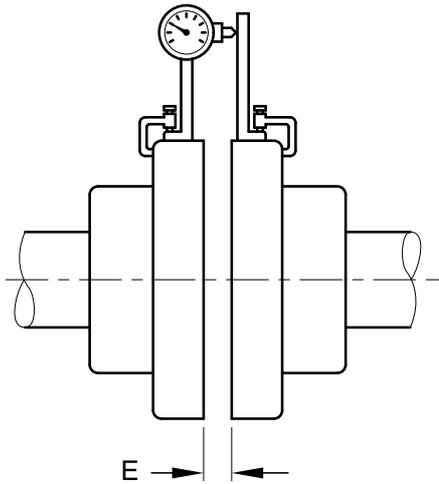

Figure 7: Mesure axiale (écart angulaire)
4.2.3.1 Mesures axiales (Figure 7)